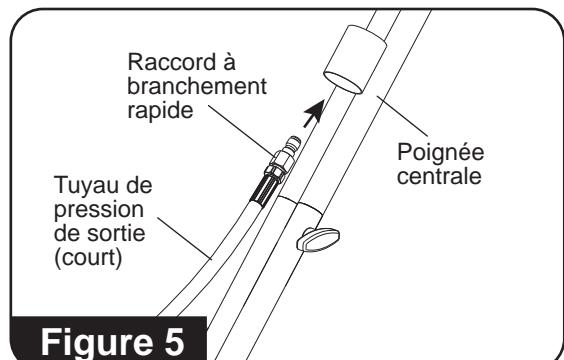

Figure 5
5. Prenez le tuyau de pression de sortie court, et en commençant par l'extrémité du raccord à branchement rapide, faites-le glisser dans le bas du tube de guidage à l'avant de la poignée centrale (**consultez la figure 5**).